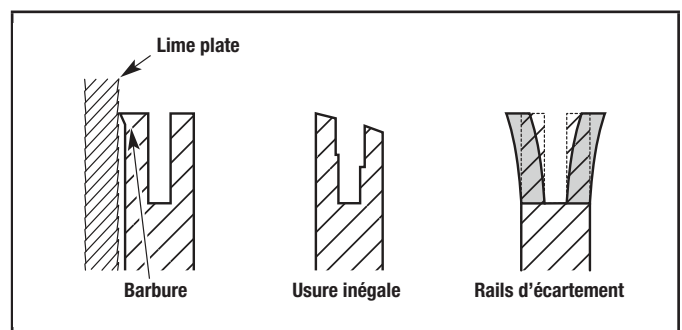

Figure 39
- Vérifiez fréquemment que le guide-chaîne n'est pas endommagé (Fig. 39). L'effilochage et l'ébarbage des rails du guide-chaîne (les crêtes de part et d'autre de la rainure du guide-chaîne) est un processus normal d'usure du guide-chaîne. De tels défauts doivent être lissés à la lime dès qu'ils se produisent (Fig. 39). Remplacez le guide-chaîne s'il présente l'un des défauts suivants :